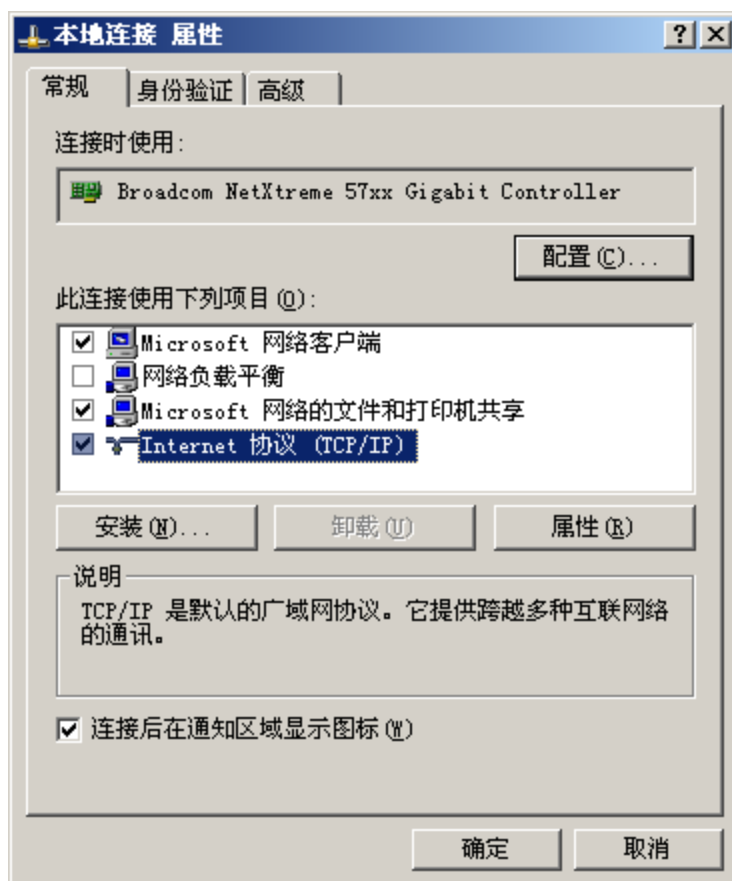

图 2.3 网络“本地连接”属性设置
(1) 进入笔记本电脑“本地连接”属性设置项,如图 2.3;